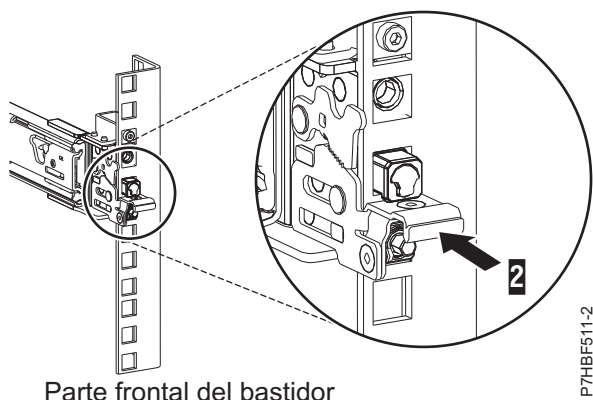

Figura 23. Pestillo colocado en el riel frontal del bastidor
7. Al tirar del raíl deslizante hacia adelante, asegúrese de que las tres patillas sobresalen de los orificios del bastidor y, a continuación, presione el pestillo frontal (2) hasta el final. Para obtener más de talles, consulte Figura 23.